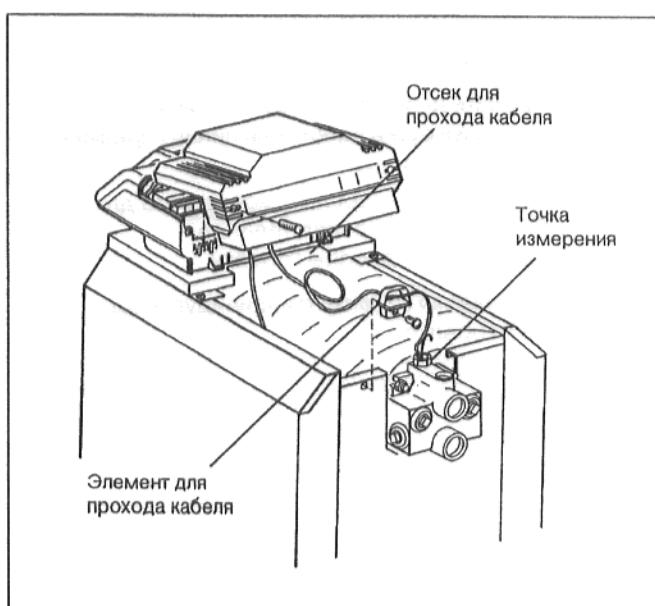

рис. 27
- Вложить капиллярные трубы и линию датчиков температуры воды котла в отсек для прохода кабеля в переднем кожухе котла (рис. 27).
- Размотать капиллярные трубы датчиков температуры и линии датчиков до требуемой длины, чтобы они доходили до точки измерения (рис. 27).
- Привинтить элемент для прохода кабеля к задней стенке котла и пропустить через него капиллярные трубы и линии датчика (рис. 27).
- Привинтить закрывающий кожух обратно к устройству регулирования (рис. 27).